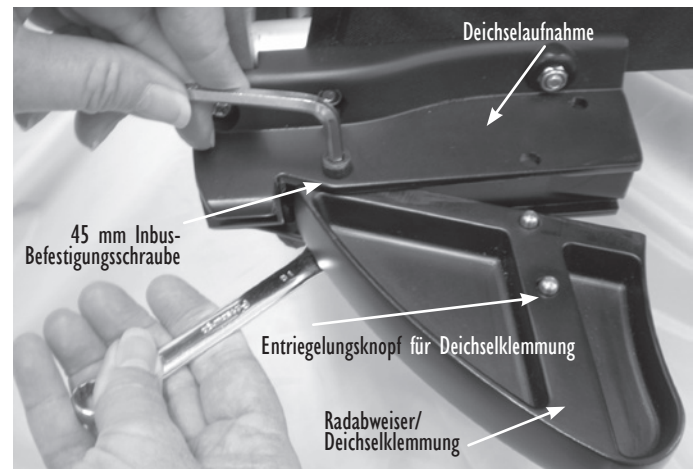

Abbildung 4: Linke Anhängerseite (vorn)
2. Stecken Sie die im Lieferumfang enthaltene 45 mm Inbus-Befestigungsschraube vollständig von oben hindurch (s. Abbildung 4).
5. Ziehen Sie die Inbusschraube mittels eines 4 mm Inbusschlüssels fest. Beachten Sie hierbei das max. Anzugsdrehmoment von 4–5 Nm (s. Abbildung 4).